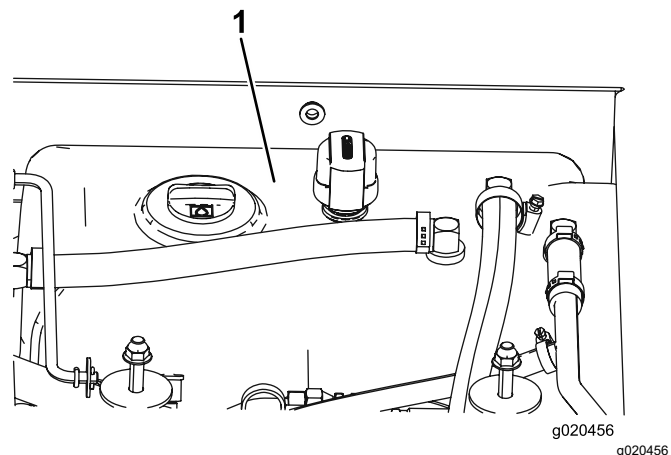

図 118
4. 油圧オイルタンク図 118に油圧オイルを入れる 油圧オイルを点検する (ページ 75) を参照。